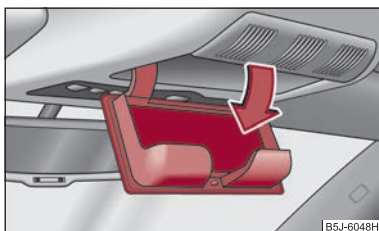

Fig. 82 Imagine din plafon: Compartimentul pentru ochelari
- Apăsați capacul compartimentului, compartimentul se va deschide ⇒ fig. 82.